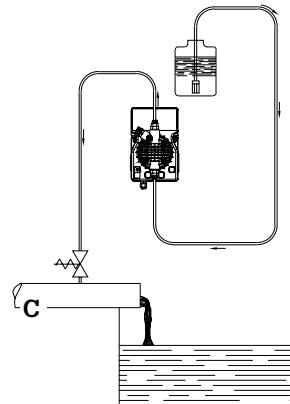

Fig. 6
c.- Coloque la bomba como se muestra en la figura 5, teniendo presente que se puede fijar tanto por debajo como por encima del nivel del líquido a dosificar, a una distancia máxima de 2 metros. El punto de inyección se debe colocar siempre más arriba que el líquido a inyectar. Cuando la bomba trabaja a presión atmosférica (aditivación con descarga libre) y el depósito del aditivo está colocado más arriba del punto de inyección (Fig. 6), controle periódicamente la funcionalidad de la válvula de inyección, ya que un uso excesivo podría hacer que cayera aditivo y entrara en la bomba (aunque el aparato esté apagado). Si se produjera el problema, inserte una **válvula de contrapresión C** (debidamente tarada entre la bomba dosificadora y el punto de inyección (Fig. 6). Para los líquidos que generan vapores agresivos, no instale la bomba encima del depósito a menos que éste esté cerrado herméticamente.